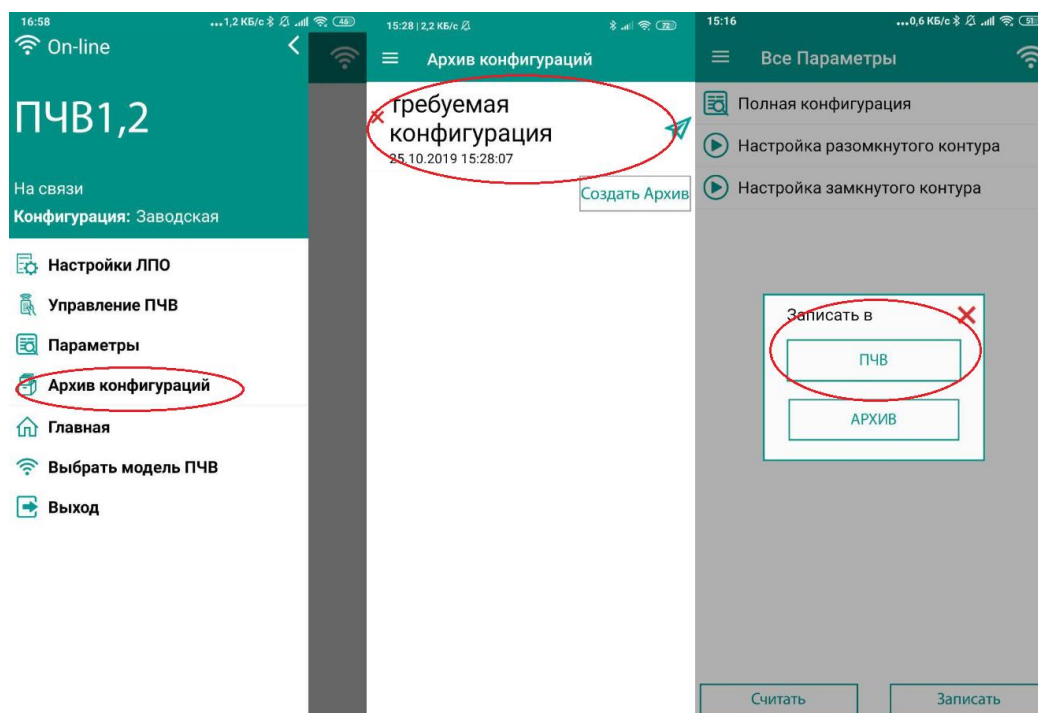

Рисунок 5. Загрузка конфигурации в ПЧВ.
7. Загрузить конфигурацию в ПЧВ (Рис. 5). Для этого требуется открыть меню и зайти в отдел “Архив конфигураций”. Далее, необходимо выбрать требуемую конфигурацию и после этого записать её в ПЧВ.